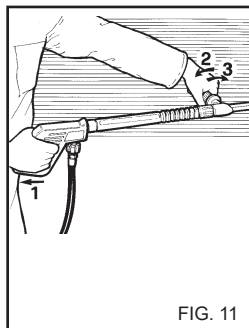

FIG. 11
**USO DELLA LANCIA DOPPIA (fig.11). (Se presente)**